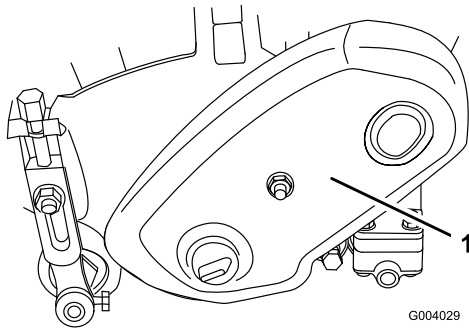

Bild 33
1. Nehmen Sie die Befestigungsschrauben der Riemenabdeckung und die Riemenabdeckung ab, um den Riemen zugänglich zu machen (Bild 33).